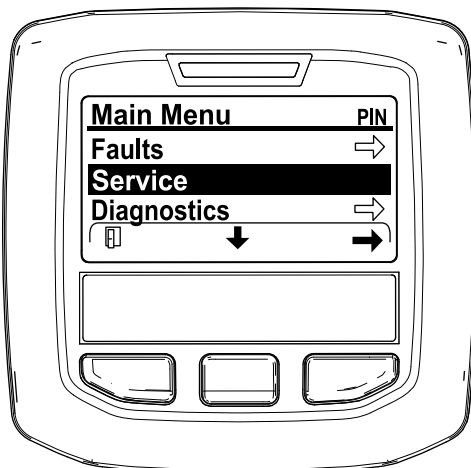

Figura 42
2. Vá até ao MENU PRINCIPAL, prima o botão central para ir até ao MENU DE MANUTENÇÃO e prima o botão direito para seleccionar a opção de MANUTENÇÃO (Figura 42).